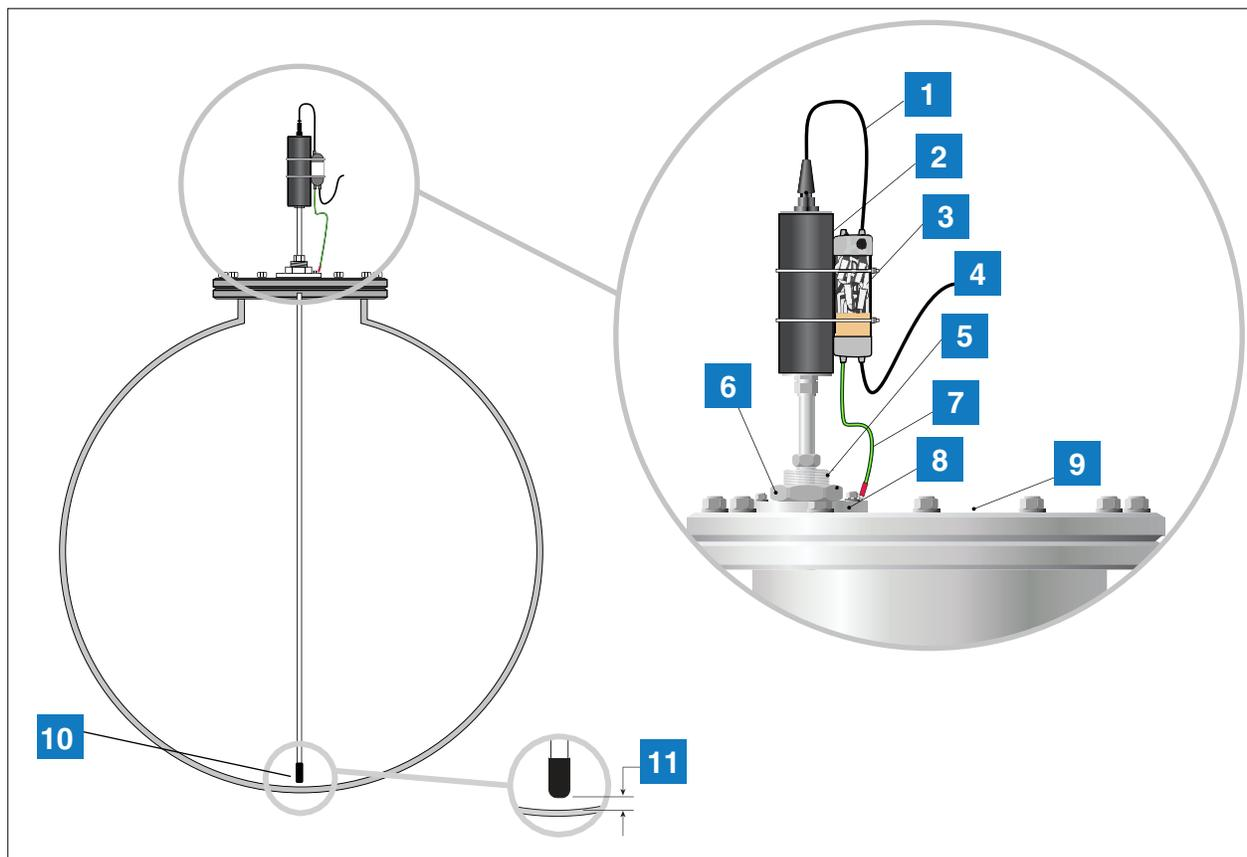

Abbildung 6. Installation der Mag-Sonde in Zone 1 mit Sondenverschraubung
Bei bestimmten Installationen kann eine modifizierte Sondenbefestigungsanordnung bestehend aus einer Sondenverschraubung direkt am Tankdeckel erforderlich sein, wie in Abbildung 6 zu sehen. Entweder muss ein dedizierter Abgriff oder ein geeigneter Flansch, Gewindebohrung G2, 11 Windungen je Zoll, gemäß DIN 2999 (BS2779) zur Verfügung stehen. Vor Installation oder Wartung der magnetostriktiven Sonde, trennen Sie die Spannungsversorgung zur TLS-Konsole ab und prüfen Sie, dass die Konsole spannungsfrei ist. Während des Service stecken Sie die Sonde aus und entfernen sie diese aus dem Tank.
1. In Abbildung 6 sehen Sie die für diese Installation erforderliche Hardware.
7. Verbinden Sie das Anschlusskabel der Sonde mit der Feldverkabelung und benutzen Sie dabei eine witterungsbeständige Anschlussdose oder einen optionalen Zwei-Kanal-Überspannungsschutz (Teile-Nr. 848100-002), wie in Abbildung 6 dargestellt.
LEGENDE FÜR DIE ZAHLENFELDER Abbildung 6